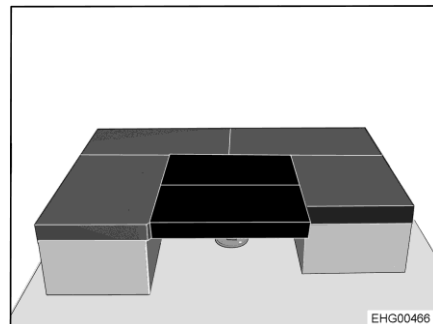

Fig. 159 Después de la transformación
- Colocar 2 cojines adicionales en la mesa de modo transversal (véase Fig. 159).